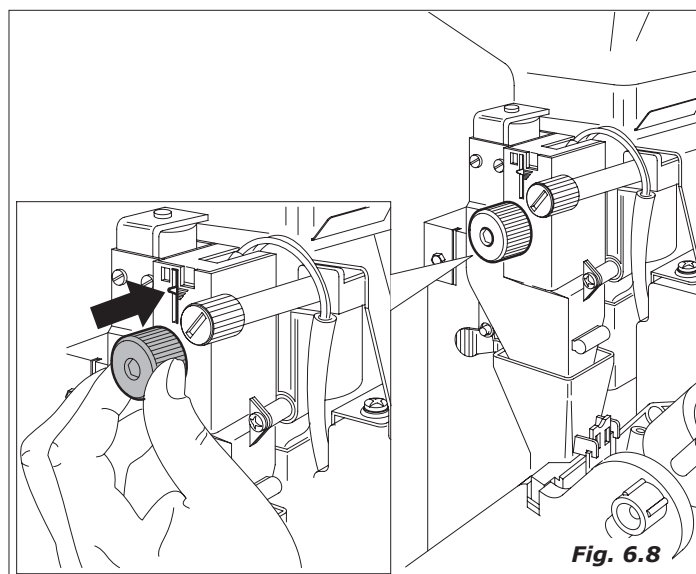

Fig. 6.8
- **Grammatura del caffè macinato.** Variare la quantità agendo sul pomolo posto sul dosatore (Fig.6.8).